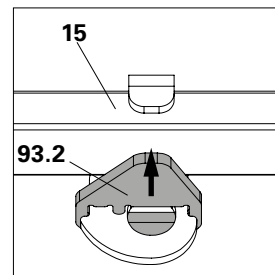
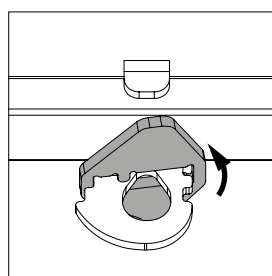

Abb. A11.06b
Abb. A11.06d
2. Die Druckplatte (**93.2**) anheben und in Richtung Horizontalriegel (**15**) schieben. (Abb. A11.06b – Abb. A11.06d)